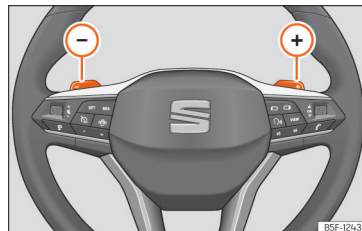

Abb. 166 Lenkrad: Hebel für Automatikgetriebe.
- Tippen Sie die Schaltwippe , um einen Gang hochzuschalten »» **Abb. 166**.